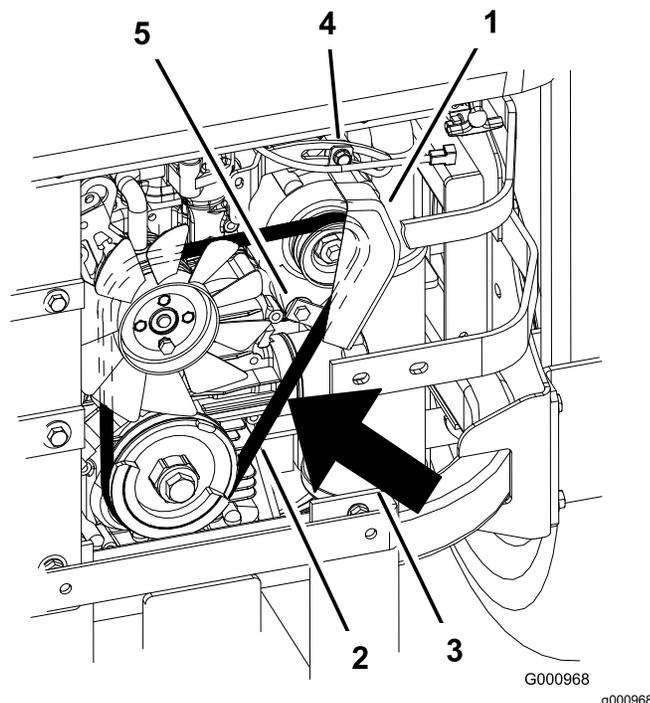

Рисунок 90
2. Отрегулируйте генератор, переместив его наружу так, чтобы при надавливании на ремень посередине между шкивами двигателя и генератора с усилием 10 кг его отклонение было в пределах от 7 до 9 мм (Рисунок 90).
5. Если отклонение ремня правильное, затяните нижний и верхний болты (Рисунок 90).